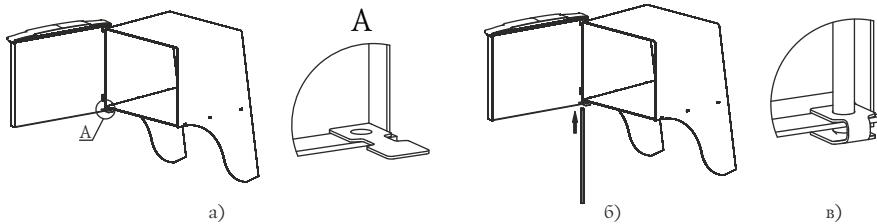

Рисунок 6. Установка дверцы при монтаже печи.
- Установите дверцу на втулки топливного канала, совместив отверстия (рисунок 6.а);
- Совместите отверстие упора с нижним отверстием каркаса, при этом упор должен располагаться внутри каркаса (рисунок 6.а);
- Вставьте ось через отверстия снизу вверх (рисунок 6.б),
- Подогните упор, фиксируя конец оси между площадками упора (рисунок 6.в);